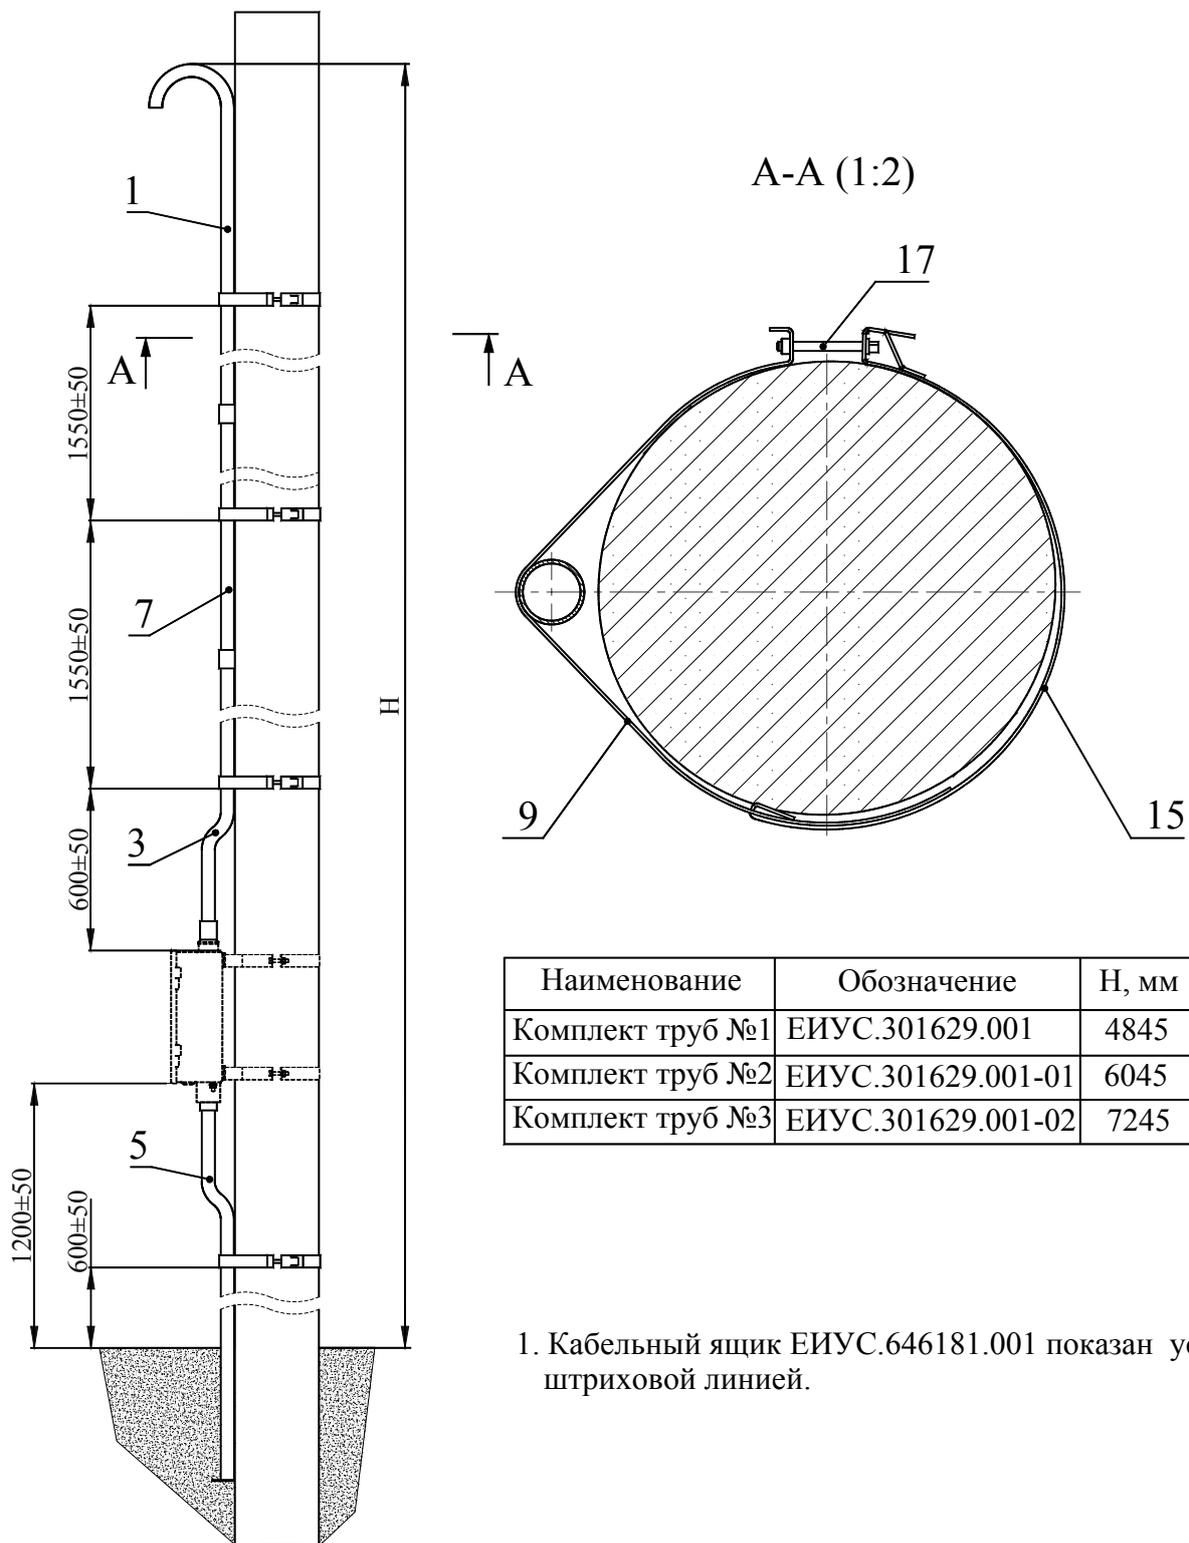

Рисунок 2. Схема установки кабельного ящика с комплектом труб на опоре
3.2 Монтаж КЯ-А3 на опоре производить в соответствии со схемой установки КЯ-А3 (см. рис. 2).
3.5 Трубу нижнюю закрепить на опоре стянув пояс поз.9 и пластину поз.15 бвинтом стяжным поз.17 (рис.2).
3.11 Расстояние между точками крепления труб к опоре по рис.2